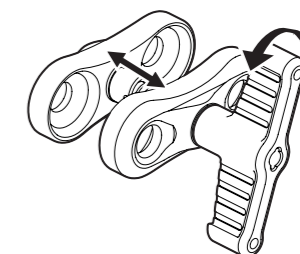

図1
1. ハンドルを反時計方向に回し、各製品のボール部分が入るようボールクランプの間を広げる(図1)